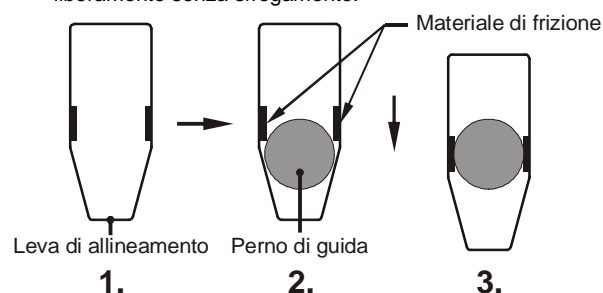

Fig. 15
Montaggio freni Serie 894. $\frac{5}{6}$ _ _ .2 _ (Figg. pagine 4/5 e fig. 15)
2. Applicare le leve di allineamento (20) sui perni di guida 1 e 2, nella parte dove non c'è il materiale di frizione, spingere poi le leve di allineamento (20) fino al completo contatto tra materiale di frizione e i perni di guida (v. fig. 15).
3. Fissare la leva di allineamento (20) con la vite a testa cilindrica (21) sull'ancora mobile (2) con interposta la bussola (23). **Rispettare la coppia di serraggio indicata nella tabella 4!**
4. Fissare la leva di allineamento (20) con la vite a testa cilindrica (21) e la rondella (22) alla pinza del freno (3). **Rispettare la coppia di serraggio nella tabella 4!**
Montaggio freni Serie 894. $\frac{5}{6}$ _ _ .4 _ (Figg. pagine 4/5 e fig. 15)
2. Applicare le leve di allineamento (20) sui perni di guida 1 e 2 nella parte dove non c'è il materiale di frizione, spingere poi le leve di allineamento fino al completo contatto tra materiale di frizione e i perni di guida (v. fig. 15).
4. Fissare la leva di allineamento (20) con la vite a testa cilindrica (21) e la rondella (22) alla pinza del freno (3). **Rispettare la coppia di serraggio indicata nella tabella 4!**